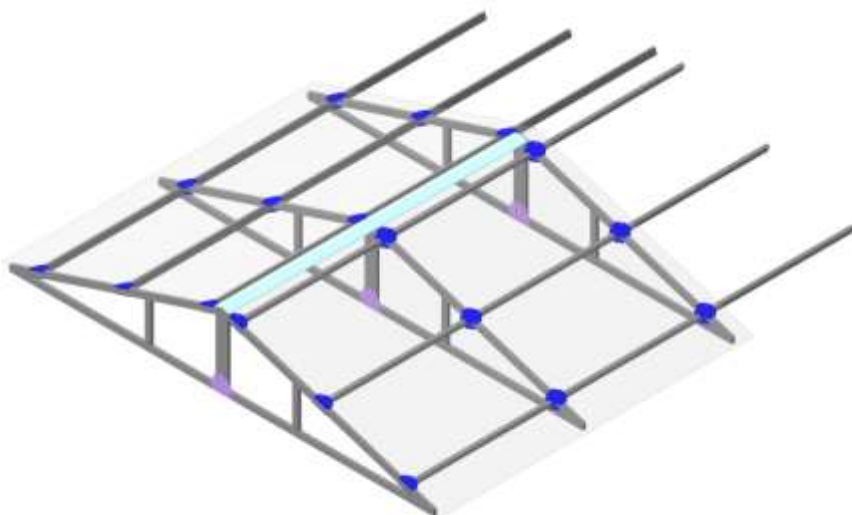

РИС. 7
4.1.7. Установите второй конек (РИС. 7).